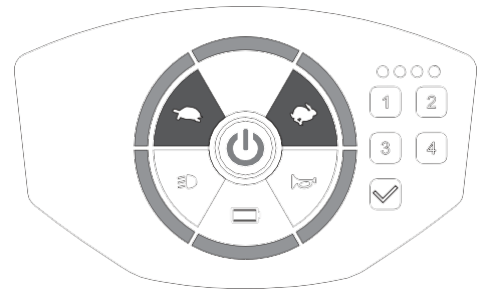

Figura 9
- Prima o switch de alimentação para colocar a scooter no modo de espera de alimentação (luz vermelha acesa) e, em seguida, prima sem soltar os botões de aceleração [🏍️]/desaceleração [🐢] durante 2 segundos. A luz do painel estará totalmente acesa quando a scooter estiver pronta para a definição de retroiluminação. (Figura 9)